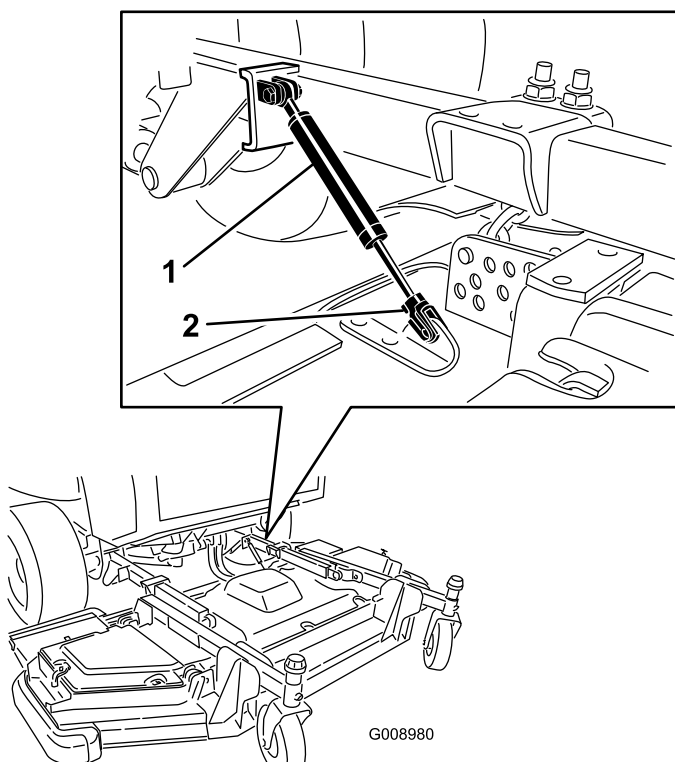

Рисунок 133
3. Снимите стопорное кольцо и отсоедините узел амортизатора от режущего блока (Рисунок 133).